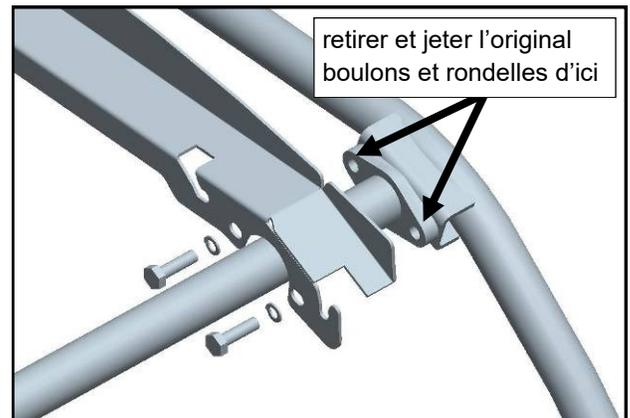

Fig. 1.2 (vue de l'intérieur du coin avant du côté du conducteur)
- 1.2 Retirer et jeter les quatre (4) boulons et rondelles d'équipement d'origine des membres croisés du côté du conducteur, comme le montre la figure 1.2. Des nouveaux boulons et lave-serrures sont fournis. Desserrez les quatre (4) boulons qui sécurisent le côté passager, mais laissez-les installés à ce moment-là. Installez la monture supérieure orientée comme le montre dans figure 1.2. Installez les nouveaux boulons (M10 x 1,25 x 35 mm de long) et divisez les laveuses à ressort (M10) dans les soudures installées par d'équipement d'origine (non indiquées). Faire preuve de prudence pour éviter d'enfiler les soudures. Démarrez l'engagement des boulons à la main. Lâchez les boulons.